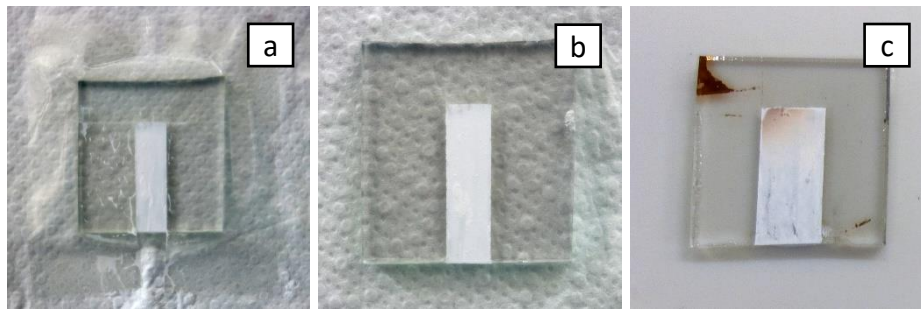

Abbildung 2
2. Schüttle die Sonnencreme-Flasche vor gebrauch gut. Tropfe dann eine kleine Menge die Glasoberfläche und verteile sie mit dem Objektträgerglas. Verstreiche die Sonnencreme dann zu einer gleichmäßigen, dünnen Schicht. Der Klebefilm an den Seiten dient dabei als Auflage für den Objektträger und definiert die Schichthöhe. Überschüssiges Material landet auf dem Papiertuch. (Abb. 2 a)
3. Entferne den Klebefilm vorsichtig. (Abb. 2 b)
4. Heize deine Schicht bei 400-500 °C auf einer Heizplatte aus. Du kannst beobachten, dass sie sich zunächst bräunlich oder sogar schwarz färbt, weil das Öl aus der Sonnencreme verbrennt (Abb. 2 c). Wenn die Schicht wieder rein weiß ist und auch alle Klebefilmreste verbrannt sind, kann die Scheibe wieder langsam abkühlen.